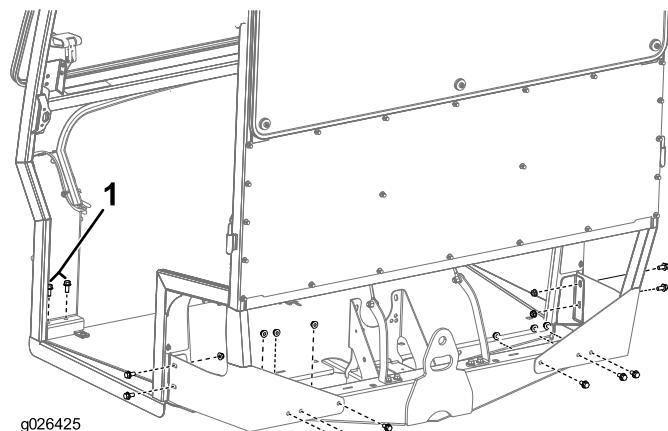

Figura 5
- Sujete el bastidor a la máquina con 10 pernos (3/8" x 3/4"), 10 tuercas (3/8") y 4 pernos (3/8" x 7/8"), según se muestra en la Figura 5.